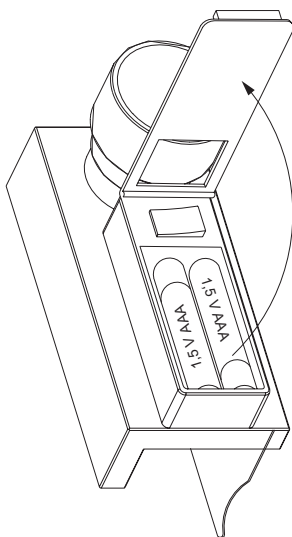

Abb. 3
- Öffnen Sie den Batteriefachdeckel auf der Vorderseite des Geräts (**Abb. 3**).